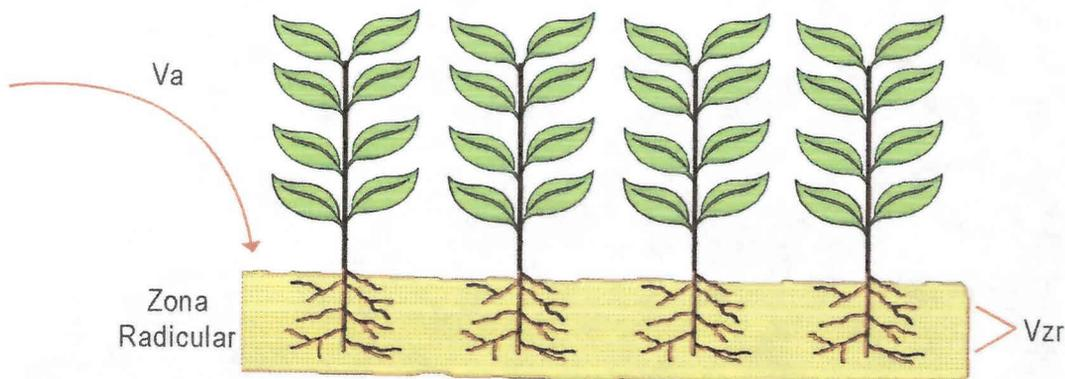

Figura 13: Esquema explicativo de Eficiencia de Aplicación:
a) **Eficiencia de aplicación:** se define como la razón entre la cantidad de agua retenida en la zona radicular después del riego y el volumen total de agua aplicada en un riego. (Figura 13)